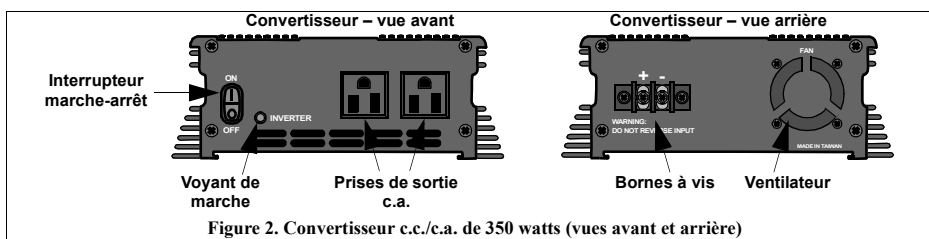

Figure 2. Convertisseur c.c./c.a. de 350 watts (vues avant et arrière)
- Réglez l'interrupteur marche-arrêt (figure 2) du convertisseur en position de marche. Le voyant vert situé près de l'interrupteur s'allume pour indiquer que le convertisseur reçoit le courant en provenance de la batterie.